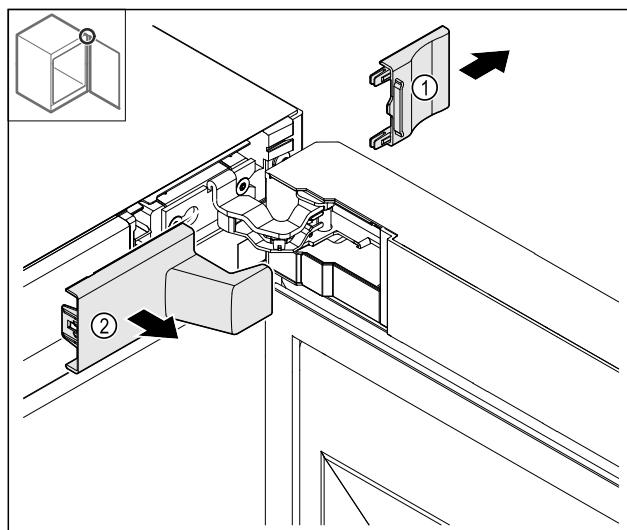

Fig. 14
- Зніміть Fig. 14 (1), а потім Fig. 14 (2).